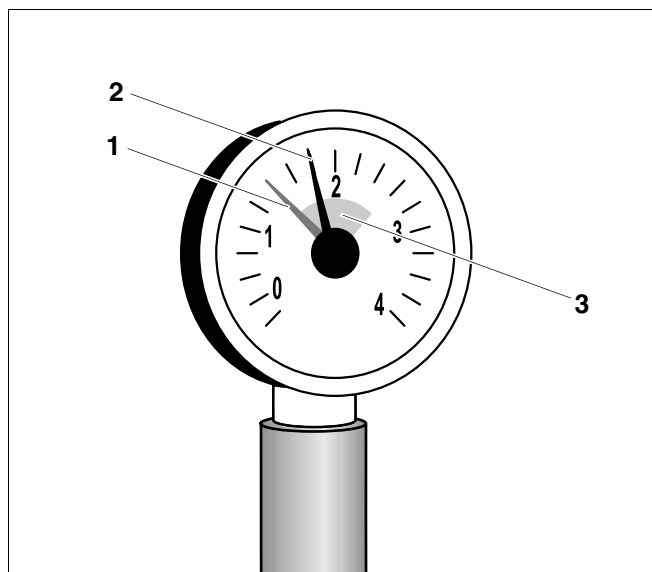

Fig. 40 Manometer for lukkede anlegg
Hvis manometerviseren (fig. 40, **pos. 2**) underskriver den grønne markeringen (fig. 40, **pos. 3**), er vanntrykket i anlegget for lavt. Fyll opp varmeanlegget med etterfyllingsvann.